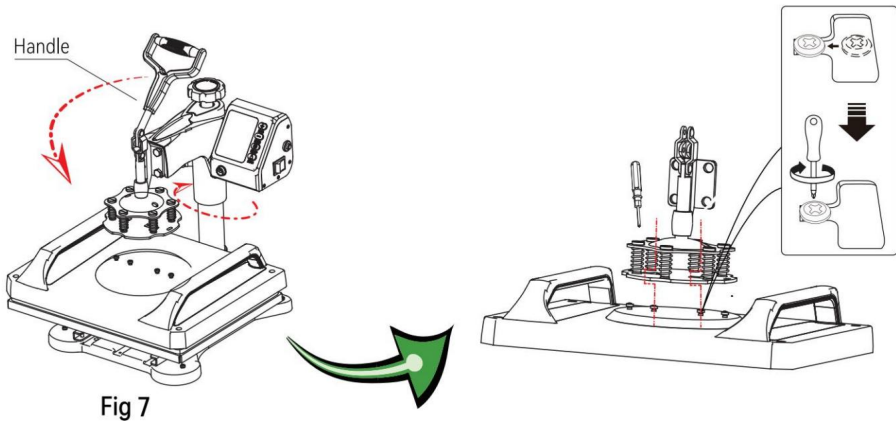

Fig 7
7. Drehen Sie den Kopf zurück in die Ausgangsposition und drücken Sie den Griff vorsichtig nach unten, sodass die Kappe der Linsenkopfschraube über der Druckplatte in den Schlitz einrastet. Fixieren Sie sie dann mit einem Schraubendreher (siehe Abb. 7).